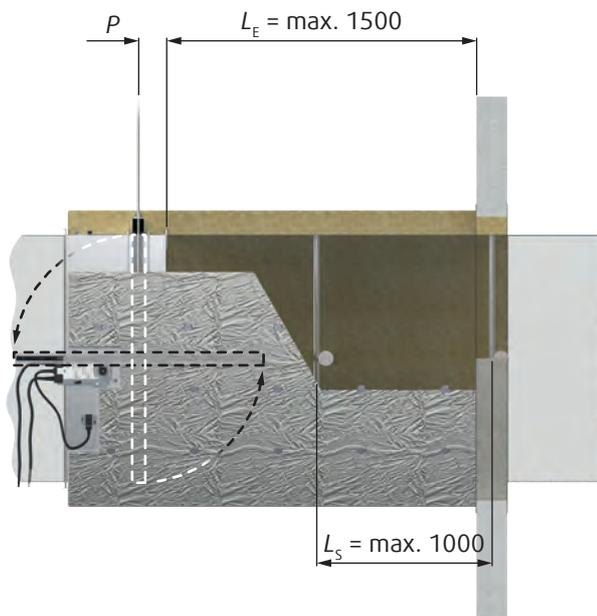

Abb. 45: Die Vorgaben für die Positionierung der Bügel und Kanalabhängungen richten sich nach dem Abstand der Tragkonstruktion  $L_E \leq 1500$  mm.
Alle 4 Teile des Montagesatzes IKOWS-PKI um die Perforation herum gemäß Abb. 45 anbringen und einen geeigneten Brandschutzkitt-Anstrich (7) auf die Kontaktflächen der Platten und der Klappe aufbringen. Mit den Schrauben befestigen, die dem Montagesatz IKOWS-PKI beiliegen.